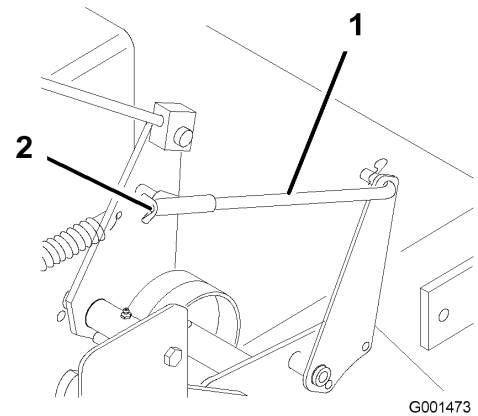

Figura 35
5. Para ajustar el freno, gire las tuercas de orejeta de las varillas de freno (Figura 35). Gire las tuercas de orejeta en el sentido de las agujas del reloj para